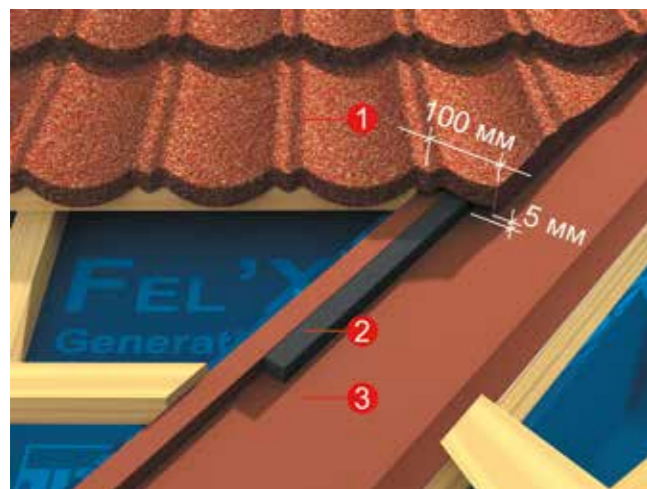

Рисунок 25
5.7.1 Панели моделей Классик и Стратос выкраиваются с учетом напуска на ендову не менее, чем на 100 мм (Рисунок 25). Края отгибаются вниз на 90° таким образом, чтобы расстояние между нижним краем отогнутой панели и ендовой составляло не менее 5 мм.